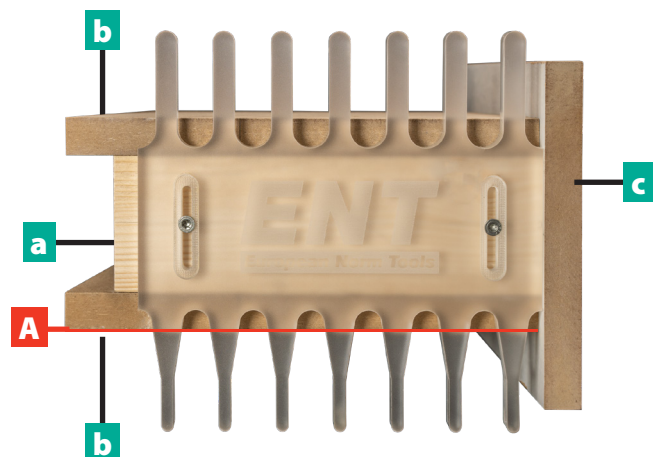

Abbildung 1.1: Montage der Holzteile für die Aufnahme und Befestigung der Schablone
5. Fixieren Sie die Schablone leicht mit zwei Schrauben von unten am Frontanschlag anliegend in den dafür vorgesehenen Langlöchern (Abb. 1.1).
6. Legen Sie die außenliegende horizontale Linie **A** genau in Flucht über die Außenkante der Aufnahmeholzplatte (→) an (Abb. 1.1 / 1.2).